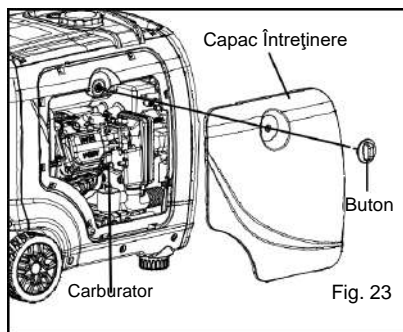
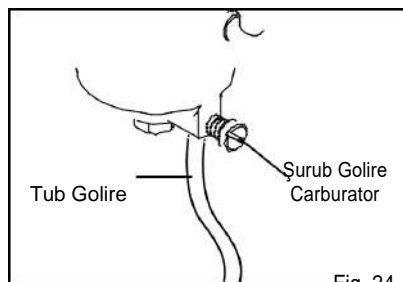

Fig. 23
Fig. 24
4. Accesul la carburator se poate face prin spațiul dintre motor și filtrul de aer (Fig. 23). Localizați tubul transparent din carburator (Fig. 24) care iese în jos prin placa de bază a generatorului.
6. Deschideți șurubul de golire carburator (Fig. 24) cu o șurubelniță cu cap drept (neinclusă) și goliți toată benzina care s-a strâns în carburator, prin tubul de golire, în recipientul aprobat pentru depozitarea benzinei.